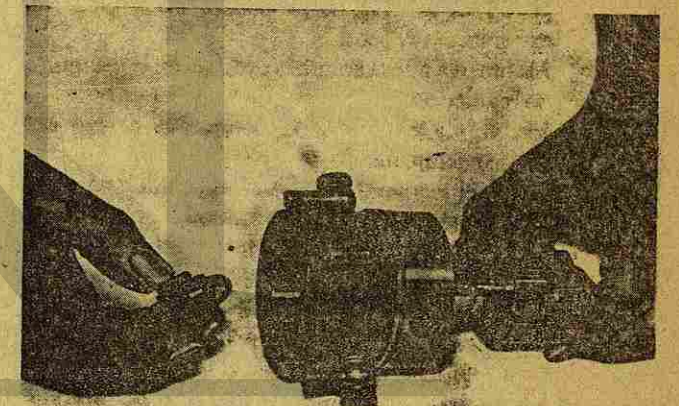

Fig. 38 Rotor y cabezal hidráulico
18. Monte el rotor en el orificio del cabezal hidráulico (Fig. 38) y sujételo montando y apretando un poco el rotor de la bomba de trasiego.